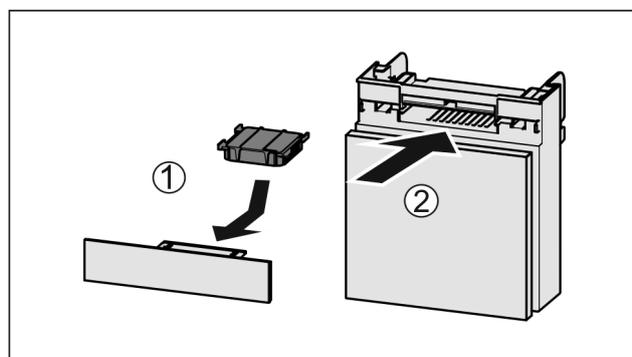

Fig. 56
- Insérer le filtre à charbon actif d'après le schéma Fig. 56 (1).
- Insérer le compartiment Fig. 56 (2).